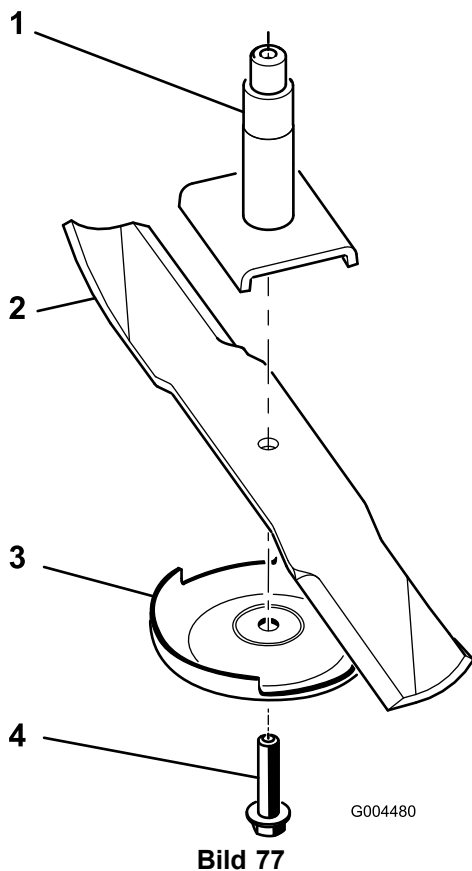

Bild 77
2. Entfernen Sie die Messerschraube, die Antiskalprierplatte und das Messer von der Spindelwelle (Bild 77).
1. Setzen Sie das Messer auf die Spindelwelle (Bild 77).
2. Montieren Sie die Antiskalprierplatte und die Messerschraube (Bild 77).